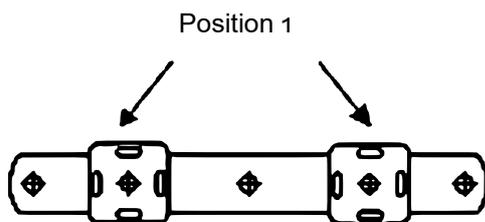
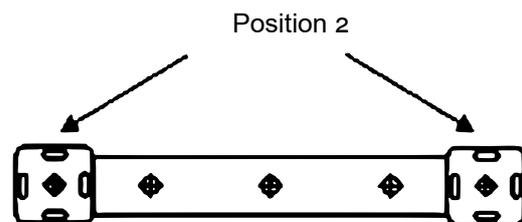

Abbildung 2a
Abbildung 2b
1. Montieren Sie zwei Module mit Hilfe der Stiftwelle und der Flügelmutter auf die Fixierschiene, auf der zwei Montagepositionen vorhanden sind. Die Module werden in der Pos. 1 installiert, wie in Abb. 2a gezeigt, wenn Sie ein Rohr vom Typ 1014, 1216, 1418 und 1620 verwenden. Wählen Sie Pos. 2, wie in Abb. 2b dargestellt, wenn die es sich um ein Typ-2025- und -2623-Rohr handelt.